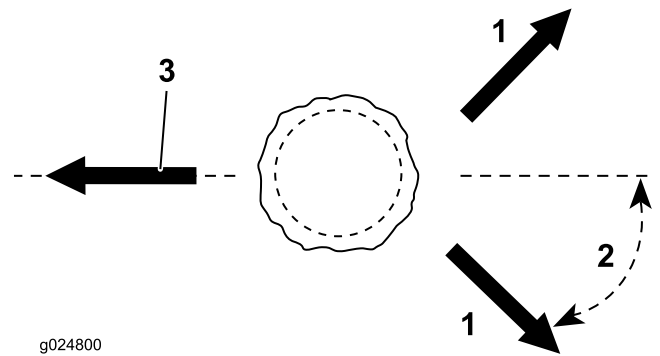

Figura 12
1. Antes de empezar el proceso de tala, determine una vía de escape apropiada. Consulte la Figura 12.